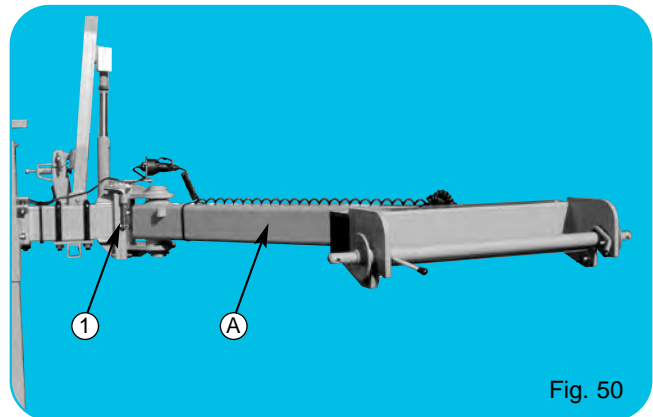

Fig. 50
- Déverrouiller la flèche (A) fig. 50 du chariot en enlevant l'axe ① du bridage (C) de la flèche (voir fig. 51).
- Atteler le tracteur à la flèche (A) fig. 50 du chariot de transport.
- Unlock the drawbar (A) fig. 50 from the transport carriage by lifting the pin (C) from drawbar lock (see fig. 51).
- Couple the tractor to the transport carriage drawbar (A) fig. 50.
- Den Baum (A) Abb. 50 des Transportkarrens entriegeln, indem Sie die Achse ① der Einspannung (C) des Baums abnehmen (siehe Abb. 51).
- Den Traktor am Baum (A) Abb. 50 des Transportkarrens ankoppeln.
- Sbloccare il timone (A) fig. 50 del carro togliendo l'asse ① dell'imbrigliamento (C) dal timone (vedi fig. 51).
- Agganciare il trattore al timone (A) fig. 50 del carro da trasporto.